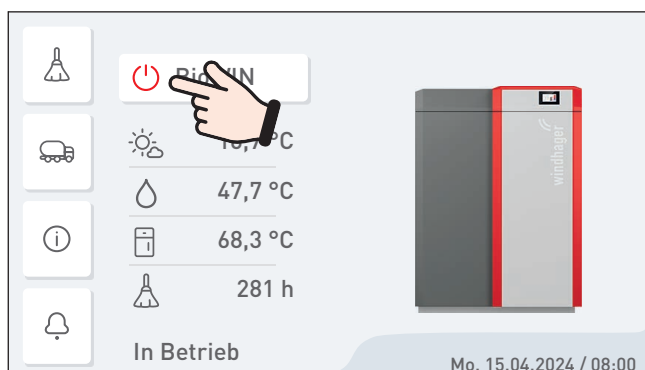

Fig. 59 BioWIN 2 Touch ausschalten
- ▶ BioWIN2 Touch mittels EIN/AUS-Taste am InfoWIN Touch ausschalten (Fig. 59 – siehe auch Bedienungsanleitung InfoWIN Touch) und warten, bis die Anzeige erloschen ist (ca. 20 min).